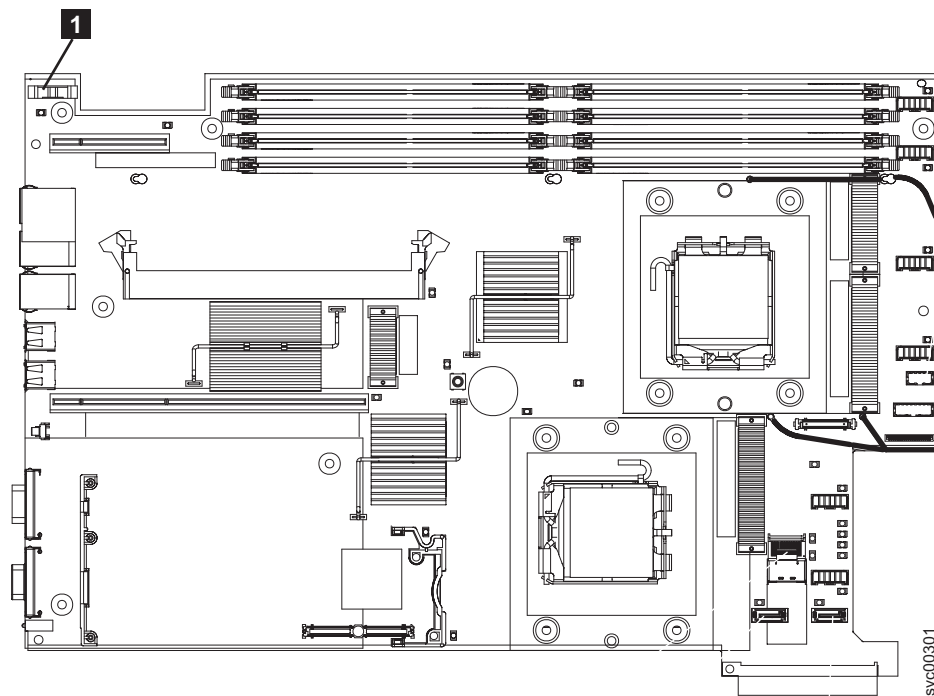

図 117. SAN ボリューム・コントローラー 2145-8G4の CMOS バッテリー・ホルダーの位置
3. システム・ボード上でバッテリー **1** を見つけます。図 117 にはこのバッテリー位置を記載してあります。